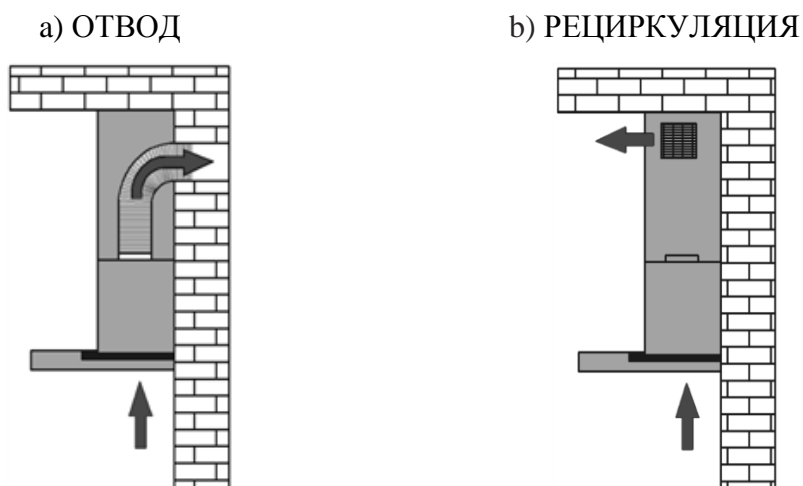

Рис. 6
1) Отвода (рис. 6а) – воздух удаляется из помещения через соединение вытяжки с вентиляционным каналом жестким пластиковым воздуховодом или гофрированным шлангом диаметром 100 мм с применением соответствующего переходника, который входит в комплект вытяжки (для 50/60 см), и 150 мм (для 90 см). И, таким образом, все кухонные испарения, запахи, гарь и копоть, проходя через многоразовые алюминиевые жироулавливающие фильтры, выводятся за пределы помещения. При данном режиме работы нет необходимости устанавливать угольные фильтры. Режим отвода является наиболее эффективным, поскольку вытяжка удаляет все кухонные испарения за пределы кухни в вентиляционную шахту.
2) Рециркуляции (рис. 6б) – внутренняя циркуляция воздуха через угольные фильтры (рис. 5). Вытяжка в данном случае не подключается к вентиляционной шахте и, таким образом, воздух просто прогоняется через вытяжку внутри кухни.